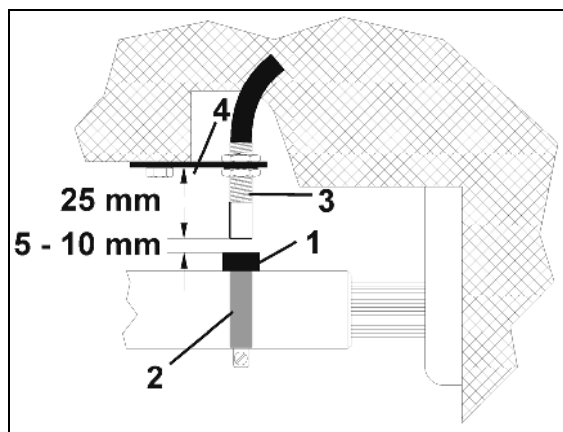

Fig. 101
1. Fest magneten (1) med slangeklemme (2) på kardangakselen.
2. Fest sensoren 3 på traktorrammen med universalbrakett (Fig. 101/4) rett overfor magneten.